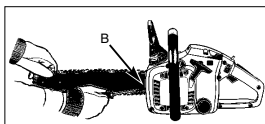

Abb. 5
1. Halten Sie die Spitze der Leitschiene nach oben und drehen Sie die Justierschraube (D) IM UHRZEIGERSINN, um die Spannung der Kette zu erhöhen. Drehen Sie die Schraube ENTGEGEN DEM UHRZEIGERSINN, lockert sich die Spannung der Kette. Prüfen Sie, ob die Kette ganz um die Leitschiene angelegt ist (Abb. 5).